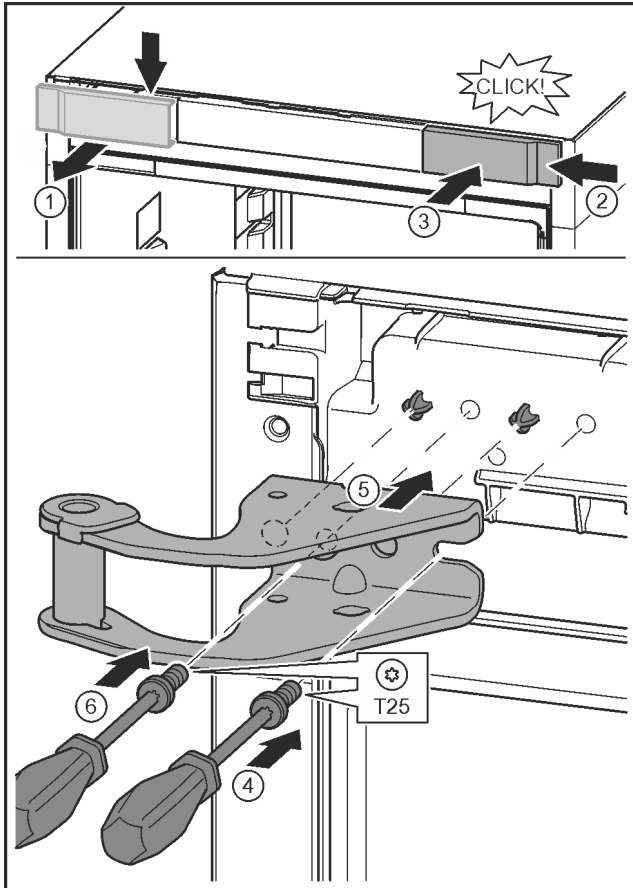

Fig. 26
- ▶ Staccare la copertura e rimuovere lateralmente. Fig. 26 (1)
- ▶ Agganciare la copertura ruotata di 180° sull'altro lato da destra. Fig. 26 (2)
- ▶ Inserire a scatto la copertura. Fig. 26 (3)
- ▶ Applicare la vite con il cacciavite T25. Fig. 26 (4)
- ▶ Applicare il blocco di supporto superiore. Fig. 26 (5)
- ▶ Serrare la vite. Fig. 26 (4)
- ▶ Applicare la vite con il cacciavite T25 e serrare. Fig. 26 (6)